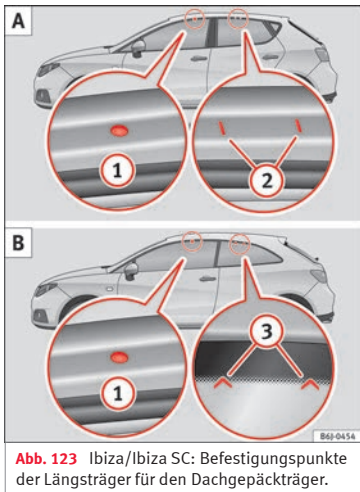

Abb. 123 Ibiza/Ibiza SC: Befestigungspunkte der Längsträger für den Dachgepäckträger.
Die vorderen und hinteren Befestigungspunkte ① und ② sind nur bei geöffneten Türen zu sehen » **Abb. 123 A**.
Die vorderen Befestigungspunkte ① sind nur bei geöffneten Türen sichtbar; die hinteren Befestigungspunkte ③ sind am oberen Rand der Seitenfenster mit Pfeilspitzen » **Abb. 123 B** markiert.